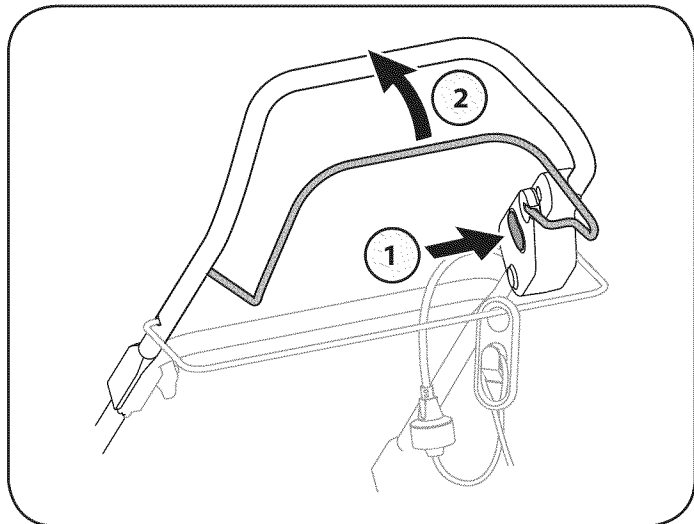

Figura 11
3. Oprima el botón arrancador (rojo) y manténgalo oprimido. Vea la Figura 11.
4. Mientras mantiene oprimido el botón arrancador, gire la manija de control del motor/la cuchilla hacia arriba contra la manija superior para arrancar el motor y enganchar la cuchilla. Vea la Figura 11.